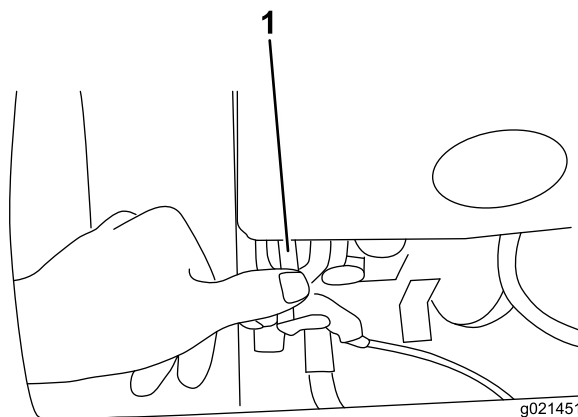

Figura 14
2. Pulse el botón rojo del interruptor de parada del motor durante 3 segundos para parar el motor (Figura 14).